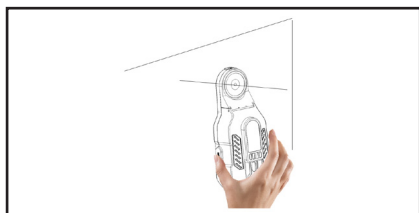

рис. 4
- Сильно нажмите на пылесборник, и звук работы усилится, заставляя инструмент присасываться к поверхности конструкции. (См. рис. 4)